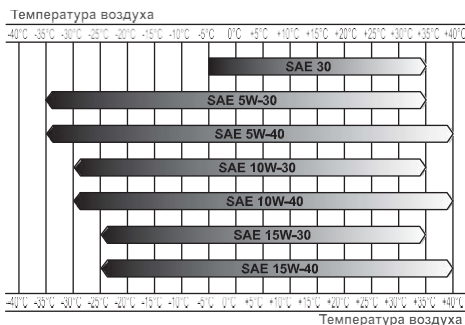

Рис. 9 Определение вязкости масла
*Нельзя применять масло для двухтактных двигателей. Рекомендуется применять моторное масло для четырехтактного бензинового двигателя категории SE и SF по системе классификации API. Вязкость масла по классификации SAE выбирается в зависимости от температуры окружающего воздуха, при которой будет работать двигатель. При выборе вязкости масла пользуйтесь таблицей Рис. 9.*